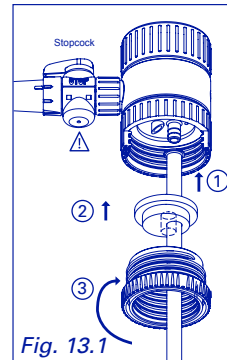
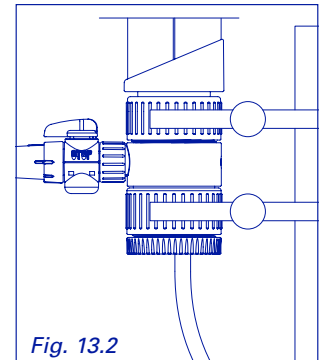

Fig. 13.1
Fig. 13.2
- ① Posizionare la ghiera d'appoggio e avvitare l'adattatore (Fig. 13.1)
- ② Inserire il tubo di alimentazione
- ③ Fissare il dosatore sullo stativo con l'aiuto delle due pinze (Fig. 13.2)
- ① Posicionar el anillo de apoyo y enroscar el adaptador (Fig. 13.1)
- ② Insertar el tubo de aspiración
- ③ Fijar el dosificador sobre el pedestal utilizando dos pinzas (Fig. 13.2)
- ① Posicionar o anel de suporte e encaixar o adaptador (Fig. 13.1)
- ② Inserir o tubo de aspiração
- ③ Fixar com a ajuda das duas pinças o dosador na base (Fig. 13.2)